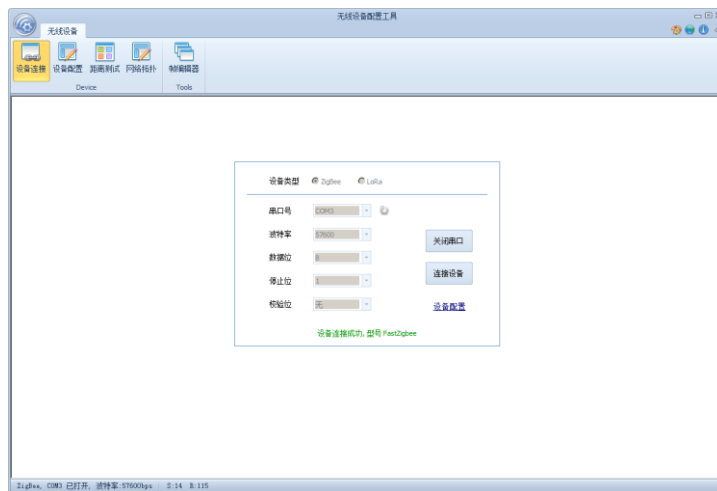

图 4.1 连接设备
1. 打开配置工具，选择连接 ZM82 Demo Board 评估板的串口，设备类型选择 ZigBee，串口参数按照模组配置的串口参数设置（模组出厂的默认参数是波特率是 57600、8 位数据位、1 位停止位、无校验），点击【打开串口】，然后点击【连接设备】，提示设备连接成功，如图 4.1 所示。